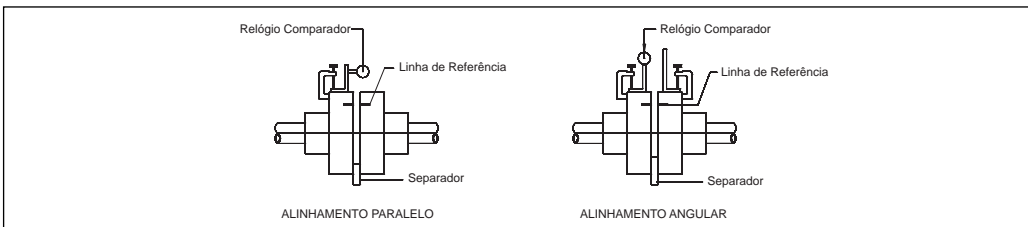

Figura 18 - Alinhamento do acoplamento usando relógio comparador
Um relógio comparador (Figura 18) também pode ser usado para verificar o alinhamento. Proceda da seguinte maneira:
- 1 - Marque uma linha de referência nas luvas de acoplamento conforme Figura 18.